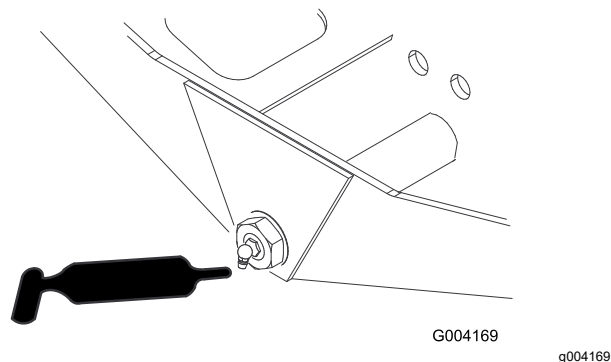

Figura 111
- Pivote de dirección del eje (1) (Figura 111)